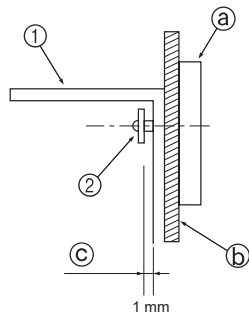

Fig. 3-4
- Zunächst die Klammer an der Wand montieren und dann die Schrauben anziehen, so daß die Klammer nach oben und unten geschoben werden kann. (Fig. 3-4)
- ① Klammer, die das Umkippen verhindert
- ② Blechschraube
- ③ Fries
- ④ Material der Wandfläche
- ⑤ Abstand von ca. 1 mm